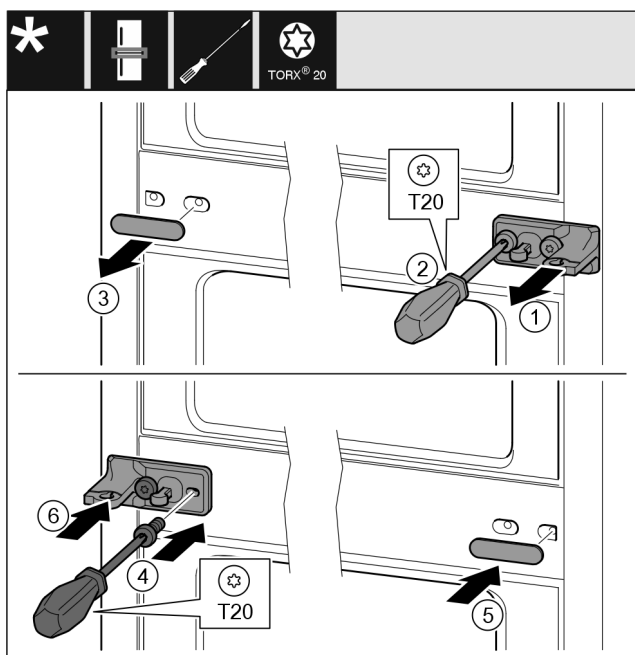

Fig. 40
- ▶ Снимите шайбу Fig. 40 (1).
- ▶ Выкрутите винты Fig. 40 (2) отверткой.
- ▶ Осторожно снимите крышку Fig. 40 (3).
- ▶ Плотно прикрутите опорный кронштейн с подкладкой Fig. 40 (4) с другой стороны, повернув его на 180°.
- ▶ Установите крышку Fig. 40 (5) с другой стороны, повернув ее на 180°.
- ▶ Спереди установите шайбу Fig. 40 (6).